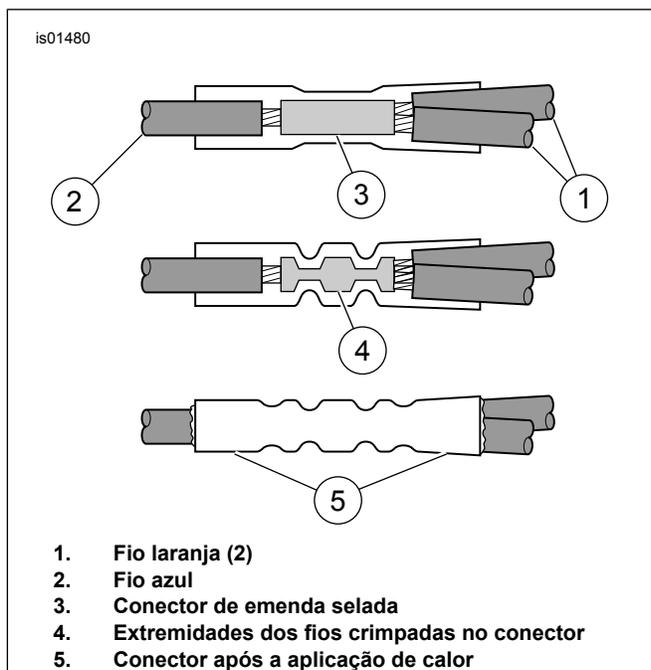

Figura 2. Instalação do conector de emenda selada
e. Veja Figura 2. Insira o fio azul (2) do relé da lâmpada do freio e as extremidades dos fios laranja (1) no conector de emenda selada (3) do kit.
g. Veja Figura 2. Usando a ferramenta UltraTorch UT-100 (H-D 39969), a pistola térmica Robinair (H-D 25070) com acessório termorretrátil (HD-41183) ou outro aquecedor radiante, aqueça a emenda crimpada para encapsular a conexão da emenda. Aplique calor do centro do dispositivo de crimpagem para fora até cada extremidade até que o material de vedação fundível saia em ambas as extremidades do conector (5). Deixe o conector esfriar.